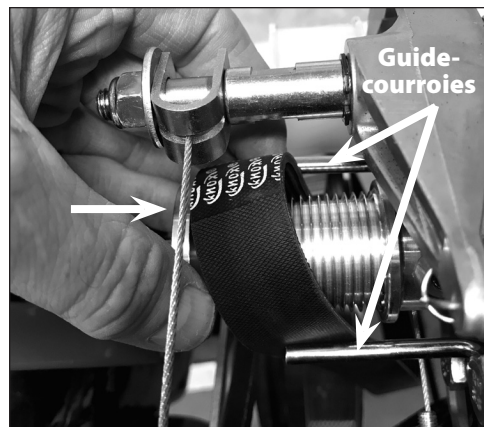

Figure 25
2. Placer la courroie de marche avant dans la gorge de marche avant de la poulie du moteur entre les guide-courroies. VOIR FIGURE 25